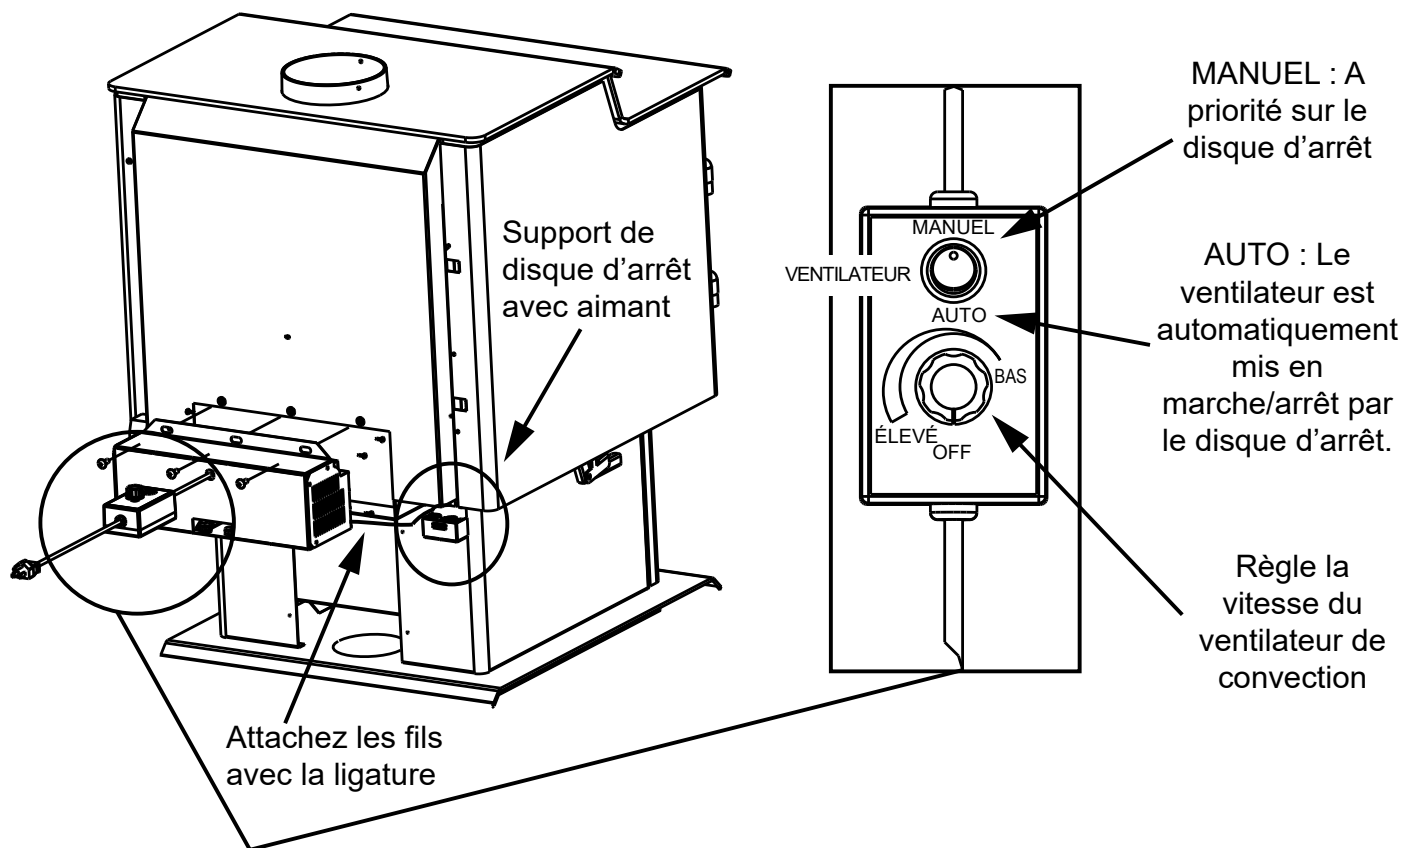

Figure 28.1
2. Alignez les trous de la bride de montage du ventilateur avec les trous sur l'appareil. Le ventilateur refoulant doit être placé sur le côté inférieur arrière du revêtement extérieur, comme illustré à la **figure 28.1**.